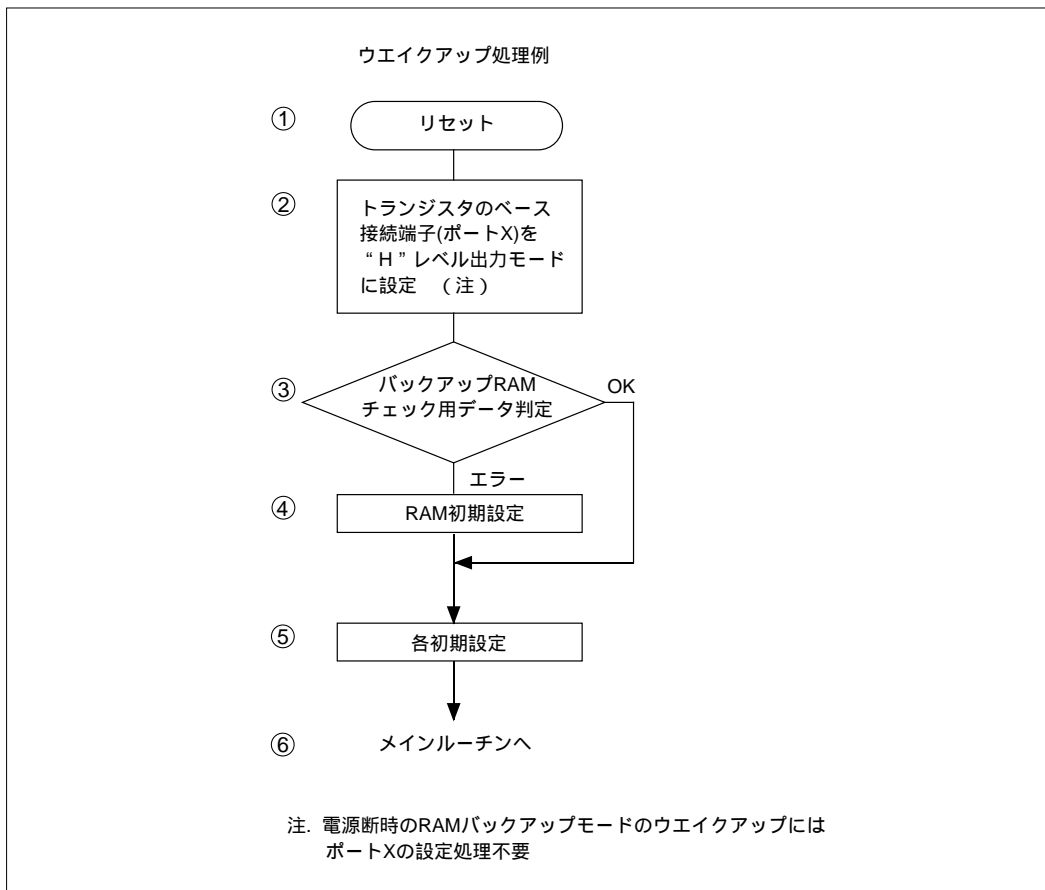

図19.4.1 ウエイクアップ処理
RAMバックアップモードを解除して通常動作に復帰するための処理を、ウエイクアップ処理と言います。図19.4.1にウエイクアップ処理例を示します。
- (1) リセット動作を実行(図19.4.1の ①)。
- (2) ポートXを出力モードに設定し、“H”レベルを出力(図19.4.1の ②)。(注)
- (3) RAMバックアップモード時に作成した、チェック用データの内容を判定(図19.4.1の ③)。
- (4) (3)の判定結果が一致しなかった場合、RAMの初期設定を行う(図19.4.1の ④)。
- (5) 各初期設定を行った(図19.4.1の ⑤)後、メインルーチンへ復帰(図19.4.1の ⑥)。